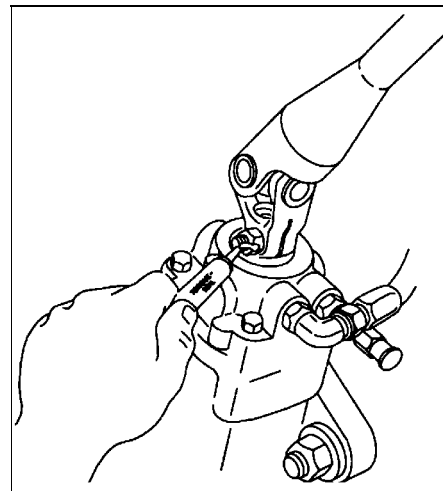

Рис. 3. Нанесение герметика.
5. Нанесите на вступающие витки резьбы тефлоновый герметик OGP F900WHITE, см. рис. 3.
Рис. 3. Освещение в дневное время (DRL). 1 - блок распределения питания, 2 - переключатель указателя поворота, 3 - разъем проводки шасси, 4 - правая фара, 5 - правый указатель поворота, 6 - правая лампа DRL, 7 - левая лампа DRL, 8 - левый указатель поворота, 9 - левая фара, 10 - выключатель стояночного тормоза, 11 - блок управления DRL, 12 - предохранитель цепи панели приборов 10 А, 13 - предохранитель цепи DRL 10 А, 14 - реле левой фары, 15 - реле правой фары.